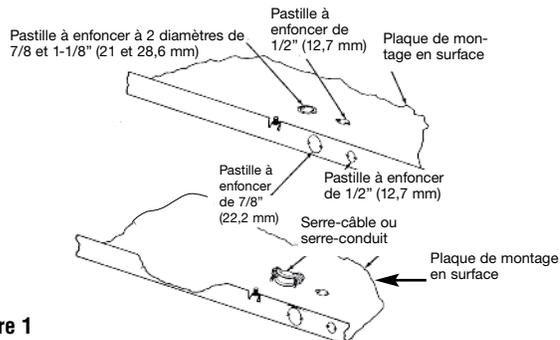

Figure 1
- Enlevez la plaque de montage en surface (Figure 1) du carton contenant l'enceinte de montage en surface, de type FIE-SEB-N ou FIE-SEBNW-W.
- Retirez l'une des ouvertures amovibles à proximité de la vis de terre et installez un connecteur de câble ou de conduit (Figure 1).